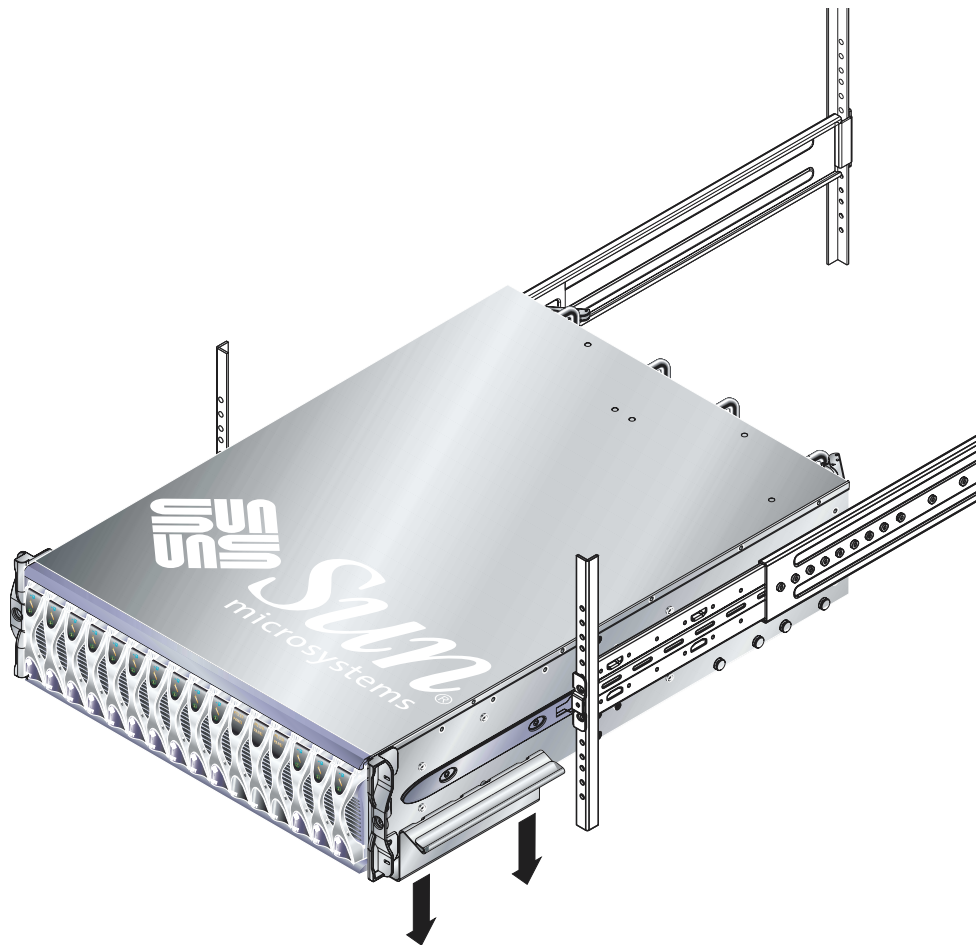

图 3-7 卸下保护性提升把手（19英寸、四柱机架）
6. 将系统机箱滑入机架（图 3-7）。
7. 卸下正面的保护性提升把手（图 3-7）。